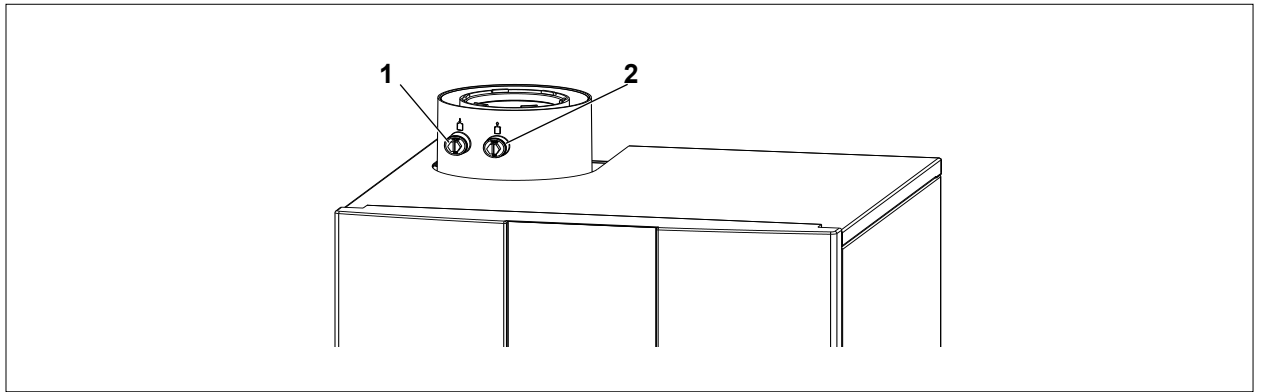

Abb. 6.2 Geräteanschluss mit Abgas-Messöffnung
- ▶ Kappe von rechter Messöffnung (Abb. 6.2) entfernen.